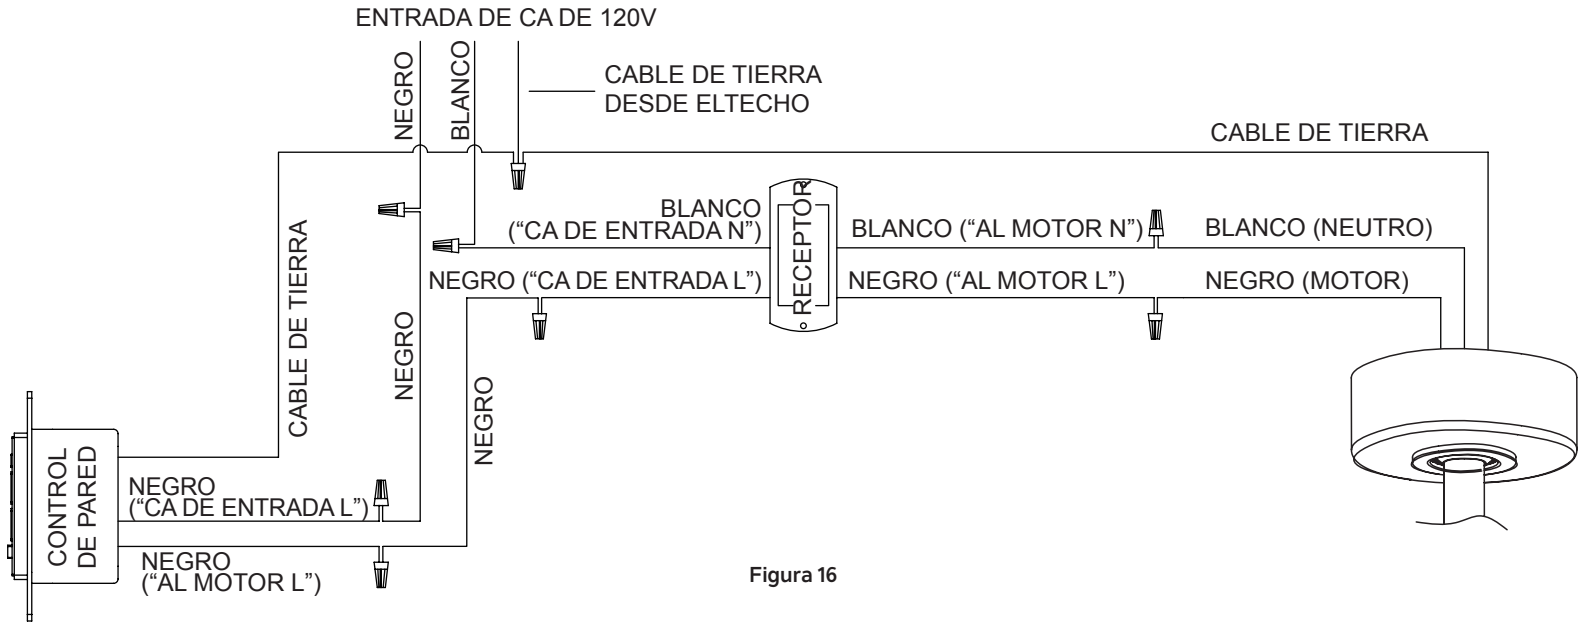

Figura 16
Paso 2. Conecte los cables utilizando los conectores como se muestra en el DIAGRAMA DE CABLES. (Figura 16)